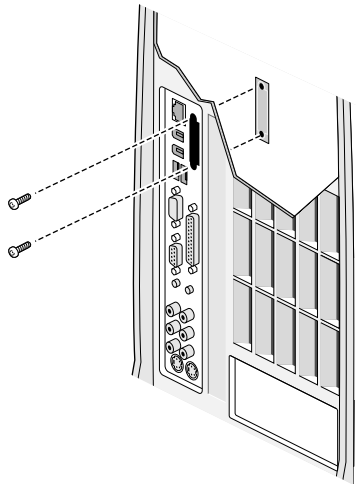

Figure 5-8 Retrait du panneau de protection E/S
5. Repérez le panneau de protection E/S de la carte d'extension de l'interface numérique de l'écran plat, situé à l'arrière de la station de travail (voir Figure 5-8).